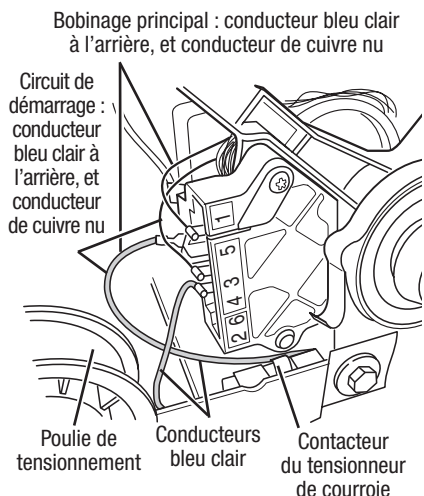

Figure 9. Points de mesure pour les bobinages du moteur, et contrôler le contacteur du tensionneur de courroie.
6. Consulter la figure 9 – mesurer les valeurs de résistance des bobinages du moteur (bobinage principal et bobinage de démarrage). Voir le tableau suivant.
7. Contrôler le contacteur du tensionneur de courroie : mesurer la résistance entre les deux conducteurs bleu clair (voir la figure 9) tout en poussant vers le haut la poulie de tensionnement.